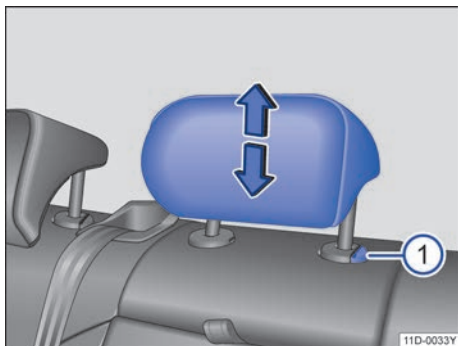

图 65 调整后排头枕
- 按住按钮→图 65①，同时沿箭头方向上推或下压头枕即可将头枕调整至合适高度→▲。